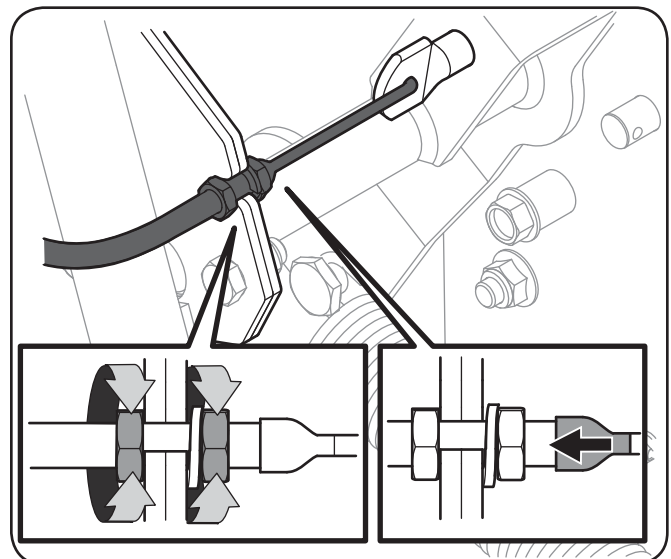

Figure 3-21
3. Tirez le câble vers l'extérieur pour créer plus de tension, puis serrez les contre-écrous pour fixer la gaine de câbles à la commande de relevage. Voir Figure 3-21.